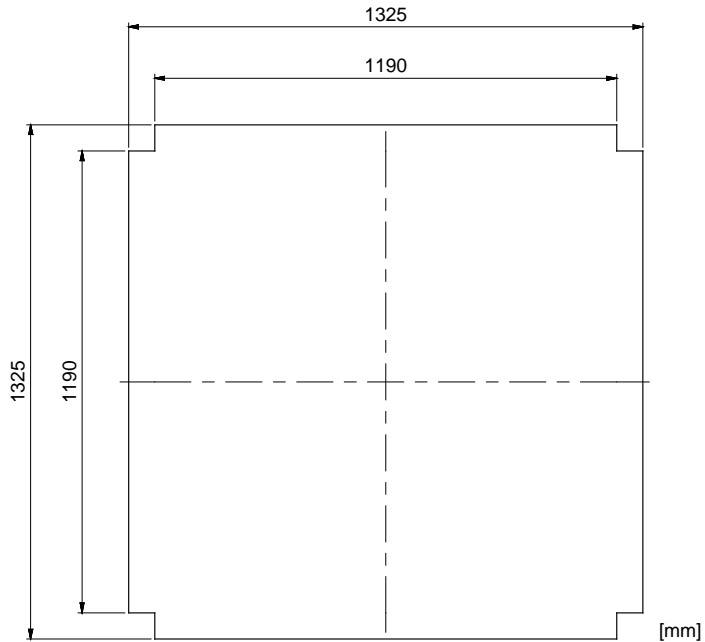

Abbildung 17. Maße für die Bodenschalung.
- 4.1 Stellen Sie sicher, dass alle vier Eckpfosten korrekt in den unteren Rahmen eingesetzt sind. Schneiden Sie eine 18 mm Schalungssper Holzplatte gemäß EN 636-3 in die in Abbildung 17 gezeigte Form und platzieren Sie es in der Mitte des unteren Rahmens. Schrauben Sie die acht Untersträger in die Schweißmuttern an